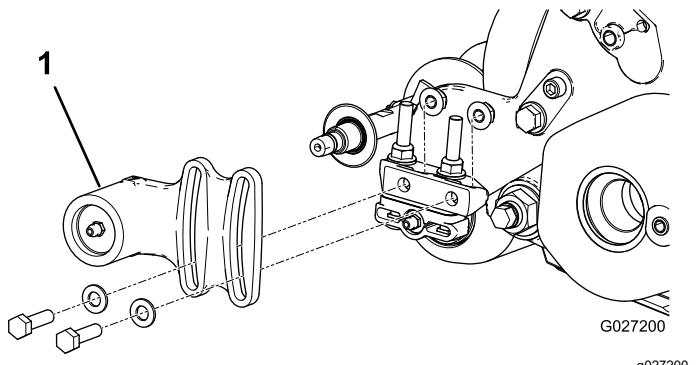
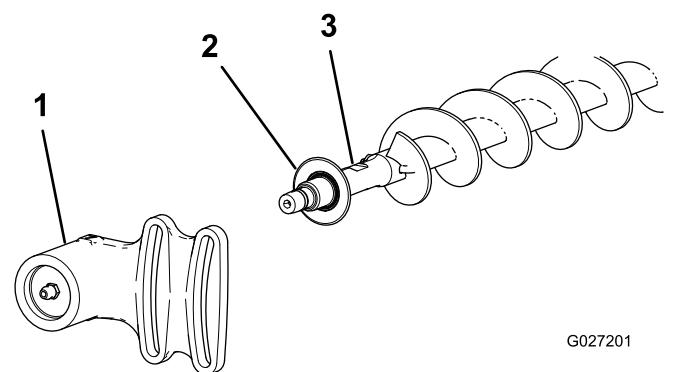

Figure 19
Figure 20
2. Faites glisser le logement de roulement libre et le joint d'étanchéité pour les déposer de l'arbre de la brosse (Figure 20).
1. Si une brosse à rouleau est montée sur l'unité de coupe, enlevez les 2 boulons, rondelles et écrous qui fixent le logement de roulement libre au support de fixation du logement de roulement (Figure 19 et Figure 20).
9. Montez le joint d'étanchéité et le logement de roulement libre sur l'arbre de brosse (Figure 20).